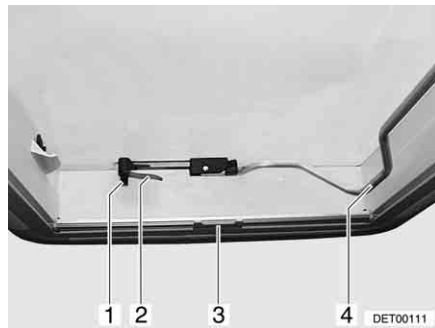
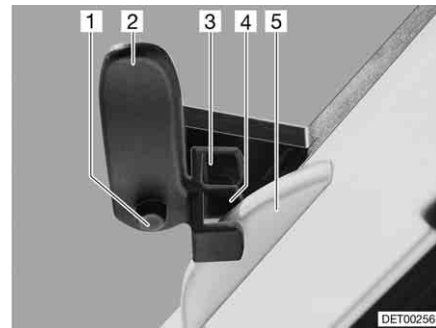

Bild 67 Heki-Dachhaube, geschlossen
Bild 68 Heki-Dachhaube in Lüftungsstellung 1
*Öffnen:* ■ Sicherungsknopf (Bild 67,1) drücken und Verriegelungshebel (Bild 67,2) eine viertel Umdrehung nach innen drehen.
■ Bügel (Bild 67,4) nach unten aus der Arretierung ziehen.
*Schließen:* ■ Bügel (Bild 67,4) nach unten aus der Arretierung ziehen.
■ Verriegelungshebel (Bild 67,2 und Bild 68,2) eine viertel Umdrehung drehen. Die Nase der Dachverriegelung (Bild 68,5) muss dabei in die obere Verriegelungsgabel (Bild 68,3) eingreifen.
■ Sicherungsknopf (Bild 68,1) drücken und Verriegelungshebel (Bild 68,2) zurückdrehen. Die Nase der Dachverriegelung (Bild 68,5) muss dabei in die untere Verriegelungsgabel (Bild 68,4) eingreifen.